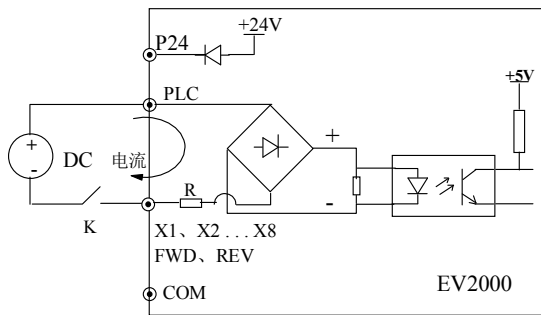

图3-23 使用外部电源的接线方式
EV2000多功能输入端子采用了全桥整流电路, 如图3-23所示。PLC是X1~X8、FWD、REV的公共端子, 流经PLC端
①使用变频器内部的24V电源，接线方式如图3-23。